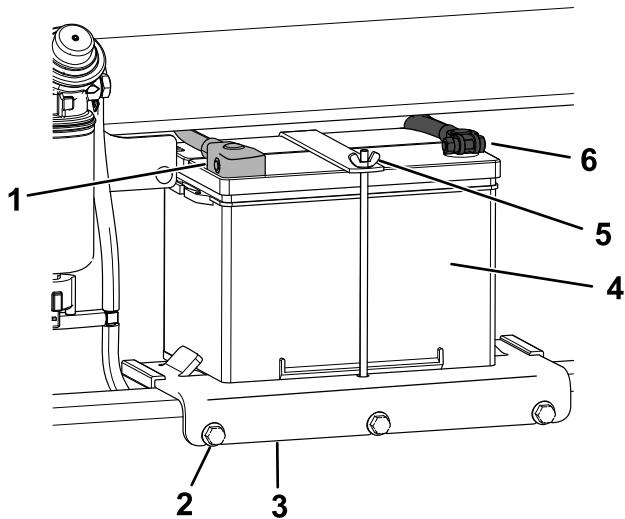

Figure 56
- Débranchez le câble négatif (noir) de mise à la masse de la borne de la batterie (Figure 56). Conservez les fixations.
6. Débranchez le câble positif (rouge) de la borne de la batterie (Figure 56). Conservez les fixations.
7. Desserrez les 3 boulons de fixation du support de batterie et déposez le support avec la batterie (Figure 56).
1. Placez la batterie sur son support et fixez-la en place avec l'écrou à oreilles et la tige (Figure 56).
2. Montez le support de batterie sur la machine et fixez-le en place avec les 3 boulons (Figure 56). Serrez les boulons à 41 N·m (30 pi-lb).
3. En vous servant des fixations retirées précédemment, branchez le câble positif (rouge) de la batterie à la borne positive (+) (Figure 56).
5. En vous servant des fixations retirées précédemment, branchez le câble négatif (noir) à la borne négative (-) de la batterie (Figure 56).